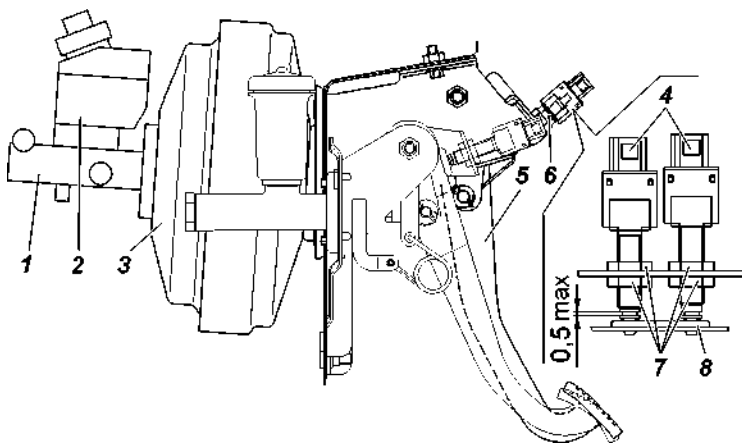

Рис. 9.25. Привод главного тормозного цилиндра:
**Свободный ход педали тормоза** при необходимости регулируйте вращением регулировочного винта 6 (рис. 9.25).